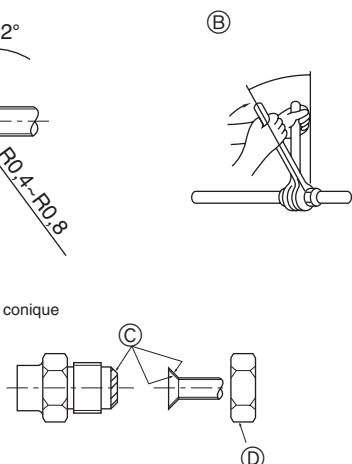

Fig. 4-1
4.2. Connexion des tuyaux (Fig. 4-1)
- Appliquer un film mince d'huile réfrigérante sur la surface du tuyau et du support du joint avant de serrer l'écrou évasé. ④
- Utiliser deux clés pour serrer les connexions des tuyaux. ⑤
- Appliquer de l'huile réfrigérante sur toute la surface évasée du fond. ⑥
- Utiliser les écrous évasés correspondant aux tailles de tuyaux suivantes. ⑦
④ (Fig. 4-1)
⑤ (Fig. 4-1)